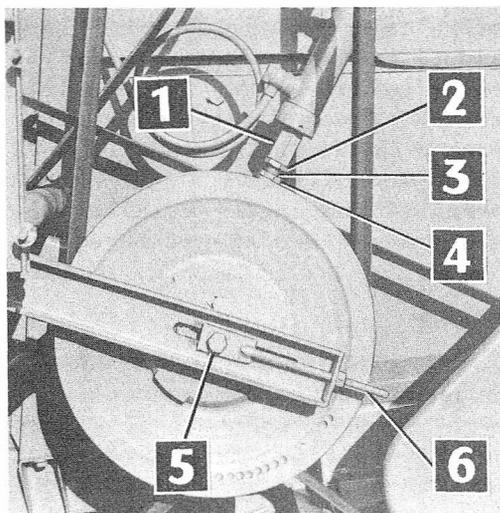

FIG. 41
Per questo basta allentare il dado di fissaggio perno del rinvio (5 - fig. 41) e far spostare verso l'indietro il perno stesso, agendo sui due tenditori (6): bisogna far attenzione a mantenere il parallelismo; tendere forte le cinghie e bloccare bene il dado.